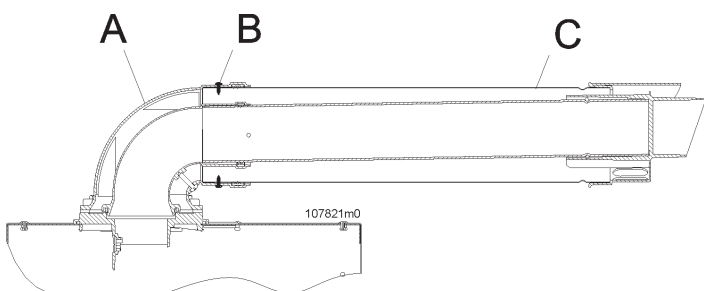

Figura 5.21 - Posizionamento del condotto coassiale
**ATTENZIONE !!! Seguire scrupolosamente le fasi di installazione del condotto coassiale come illustrato in figura 5.21. In particolare occorre:**